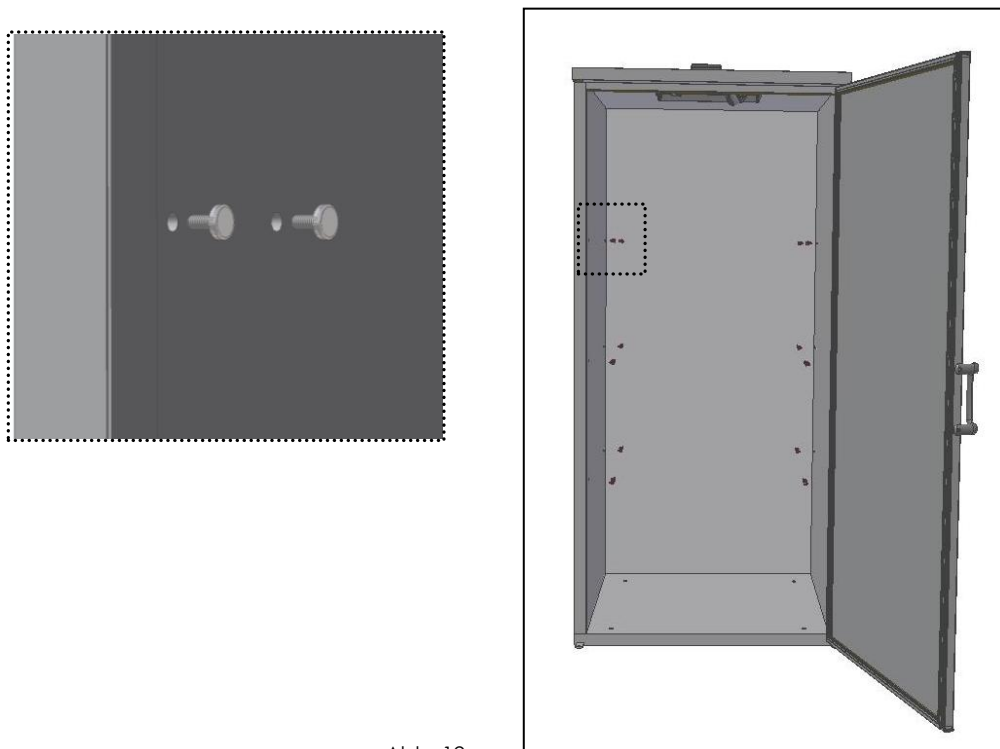

Abb. 12
- Bringen Sie Bolzen an, um die Halterung der Rost zu befestigen (Abb. 12)